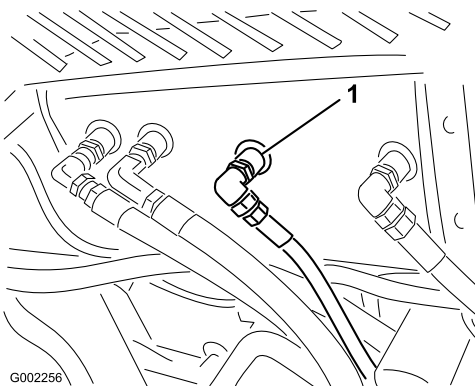

Bild 60
2. Reinigen Sie den Bereich um einen Hydraulikschlauchanschluss unten am Hydrauliköltank (Bild 60).
4. Nehmen Sie das Schlauch-Anschlussstück vom Tank ab und lassen Sie das Öl in die Wanne laufen (Bild 60).